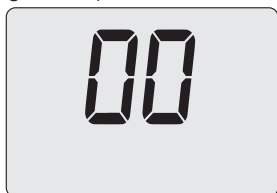

Figura 7.5
- Premendo il tasto 17 (Figura 7.2) sul display LCD appare il valore del parametro P06 (Figura 7.5).